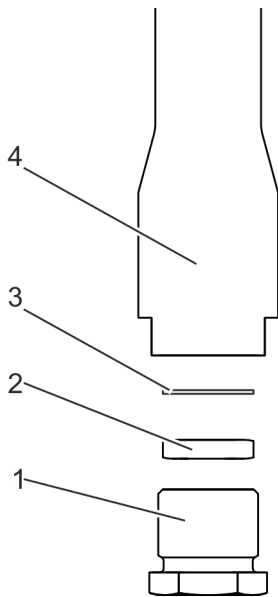

Fig. 14: Retirar el elemento roscado de apriete
9. Retire el elemento roscado de apriete (Fig. 14/1), el anillo de apriete (Fig. 14/2) y el disco de ruptura defectuoso (Fig. 14/3) del cuerpo de la llave (Fig. 14/4).